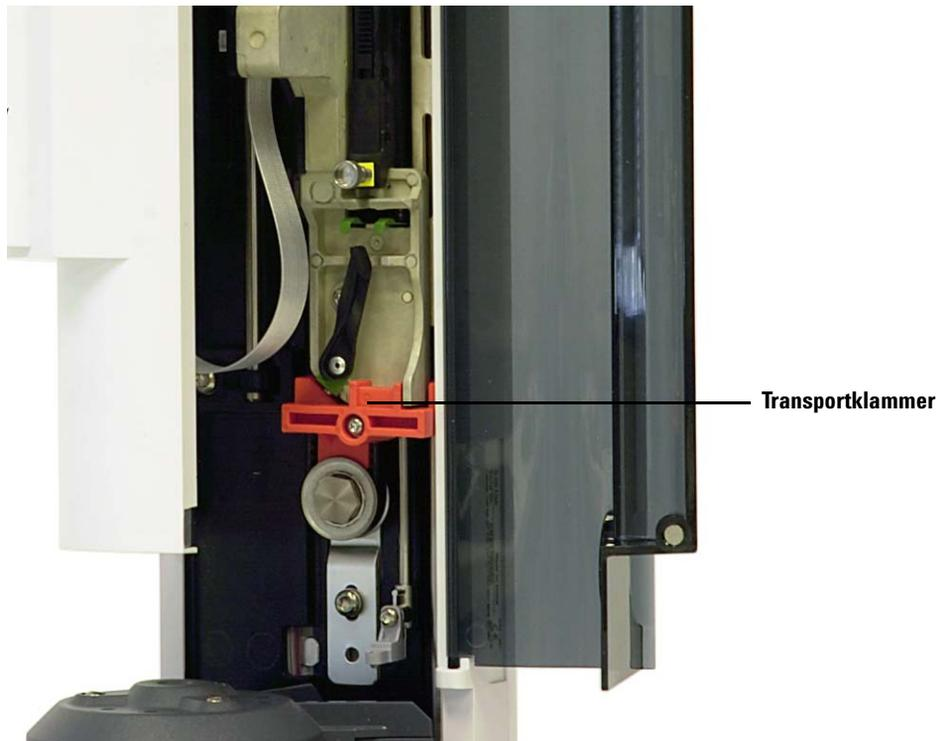
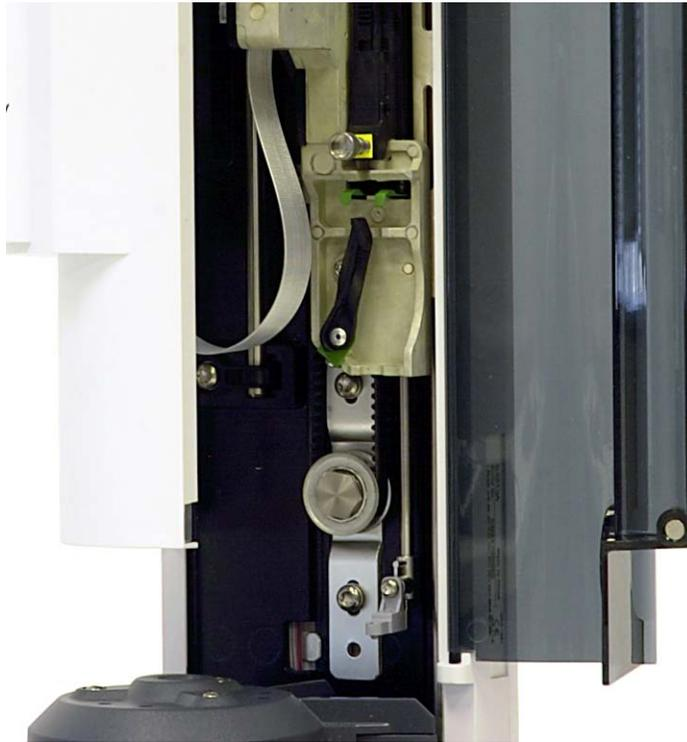

Abb. 16 Transportklammer installiert
Abb. 17 Transportklammer entfernt
- 4 Lösen Sie die T-10-Schraube vollständig mit einem T-10-Torx-Schraubendreher und entfernen Sie die Transportklammer (Abb. 16 und Abb. 17) vollständig vom Spritzenträger.